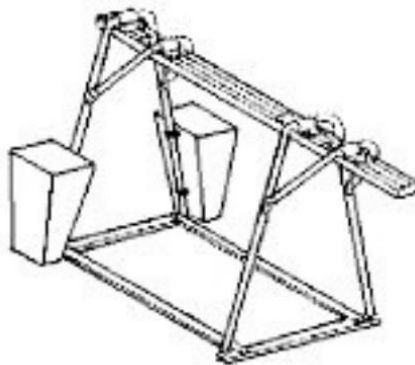

FIG. 6 — Colocación de los contenedores de contrapeso
- 6) Introduzca en cada contenedor 310 kg de contrapeso, para una masa global de 620 kg, con soporte a caballete de capacidad máxima 500 kg. A continuación cierre los contenedores con tapa y candado (véase FIG. 6). Está absolutamente prohibido llenar los contenedores de contrapeso con material líquido.